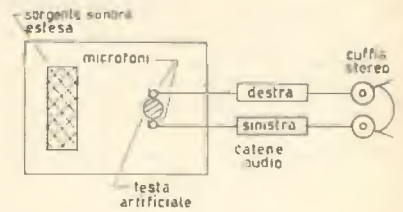

figura 2
Per cercare di ovviare a questo inconveniente fu ideato il sistema stereofonico. Esso, agli inizi, fu concepito secondo il principio di « riportare gli orecchi dell'ascoltatore nella sala di incisione ». Infatti (vedi figura 2) due microfoni, applicati ai lati di una testa artificiale, aventi caratteristiche direzionali simili a quella di un orecchio normale, sono collegati a due catene, che terminano nei due auricolari di una cuffia. La testa artificiale serve a simulare l'effetto diffrangente e schermante che ha il capo per le orecchie, e che accentua perciò le differenze, essenziali nel processo di localizzazione della direzione da cui proviene un suono, tra le onde sonore ricevute dall'uno e dall'altro orecchio. Il sistema è senz'altro, almeno concettualmente, fra i migliori finora praticamente realizzati, ma ha anch'esso le proprie limitazioni. Innanzitutto (2) la localizzazione della direzione di provenienza di un suono avviene anche per mezzo di movimenti del capo, che non possono ovviamente essere simulati o eseguiti dal sistema. Poi l'ascolto può avvenire solo in cuffia e, a parte la limitazione in sé, il solo fatto di portare una cuffia può già arrecare all'ascoltatore un'impressione di « artificialità ».
Non si tende dunque nella stereofonia a ricreare il suono intenso come fenomeno fisico (ciò che invece era il sistema della figura 2), ma si tende a ricreare la medesima sensazione uditiva, o un'altra analoga ed egualmente verisimile, il che, per fortuna, è molto semplice. Il fatto che sensazione uditiva e fenomeno fisico siano indipendenti, a tal punto che una medesima sensazione uditiva possa essere provocata da due suoni anche molto diversi tra loro come fenomeno fisico, ci aiuta notevolmente. Ma di questo parleremo quando esamineremo il problema delle distorsioni di fase.